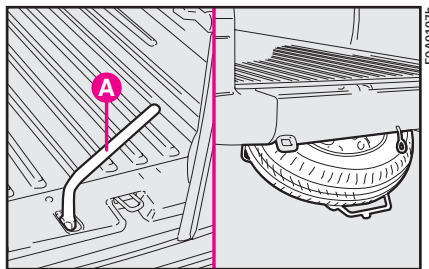
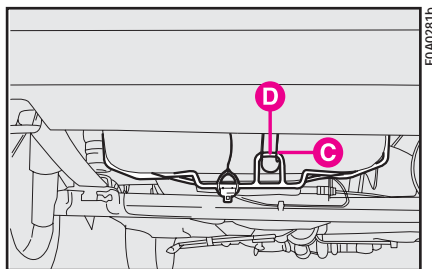
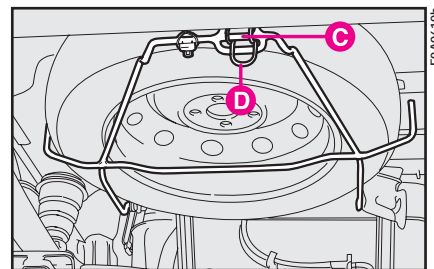

рис. 6
рис. 15
рис. 16
6) С помощью ключа **A** ослабьте болт крепления запасного колеса (рис. 6).
2) Зацепите верхнюю часть крепёжного приспособления **C** за крюк **D** (рис. 15) и затяните стопорный болт (рис. 6).
пёжного приспособления **C** за крюк **D** (рис. 16) и затяните стопорный болт (рис. 6).
Ремкомплект состоит из (рис. 16а):
рис. 16а
– инструкции по применению (рис. 16б), содержащей необходимые указания по использованию ремкомплекта (данную инструкцию следует передать персоналу, который будет производить ремонт восстановленной шины)
рис. 16б
– Включите стояночный тормоз. Отверните колпачок золотника, достаньте трубку **A** и наверните гайку **B** на золотник (рис. 16с);